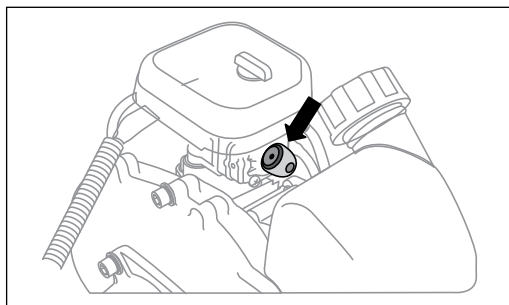

рис. 3
3. Несколько раз нажмите на прозрачный колпачок ручной подкачки топлива (праймер), расположенный между воздушным фильтром и топливным баком, для заполнения карбюратора топливной смесью (рис. 3). При этом сквозь прозрачный колпачок кнопки должна просматриваться подкачиваемая топливная смесь.